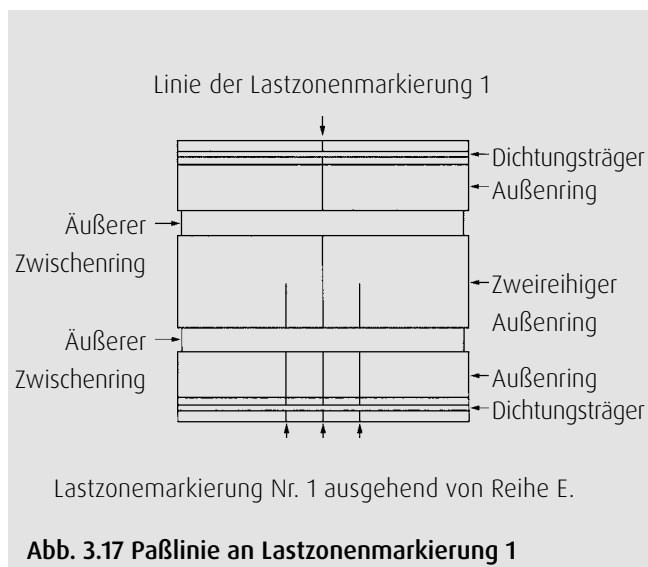

Abb. 3.17 Paßlinie an Lastzonenmarkierung 1
1. In Lastzone 1 sind die einzelnen Bauteile des Lagers jeweils mit einem senkrechten Strich gekennzeichnet. Bei richtigem Zusammenbau müssen diese Striche nun in einer Linie verlaufen (Abb. 3.17). Wenn die äußeren Zwischenringe nicht genau mit den Außenringen übereinstimmen, mit einem Kunststoffhammer so in Position bringen, daß die Zwischenringe nicht über den Außenring hervorstehen.